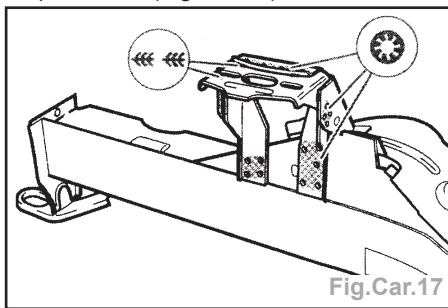

Fig.Car.17
- le support de boîte de vitesses par bouchonnage sous gaz de protection et en cordon discontinu sous gaz de protection (Fig.Car.17).